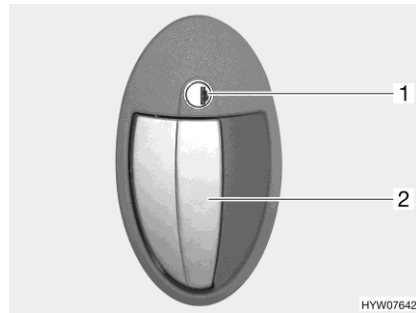

Bild 34 Türrschloss (Wohnraamtür außen)
- Schlüssel in Schließzylinder (Bild 34,1) stecken und im Uhrzeigersinn drehen, bis das Türrschloss entriegelt ist.
- Am Türgriff (Bild 34,2) ziehen. Die Tür ist geöffnet.
- Schlüssel in Schließzylinder (Bild 34,1) stecken und entgegen dem Uhrzeigersinn drehen, bis das Türrschloss verriegelt ist.